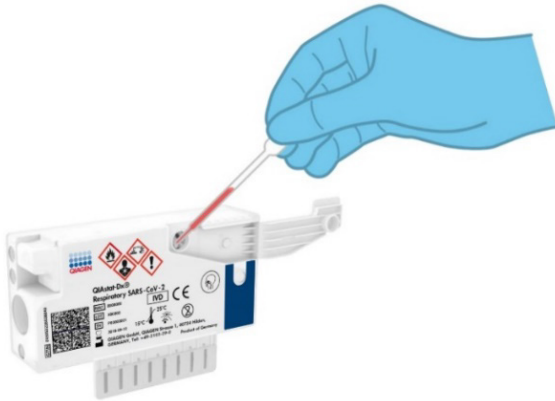

Figura 41. Transferindo a amostra para a porta principal do QIAstat-Dx Respiratory SARS-CoV-2 Panel Cartridge.
6. Transfira cuidadosamente 300 µl de volume de amostra para a porta principal do QIAstat-Dx Respiratory SARS-CoV-2 Panel Cartridge usando a pipeta de transferência de uso único fornecida (Figura 41).